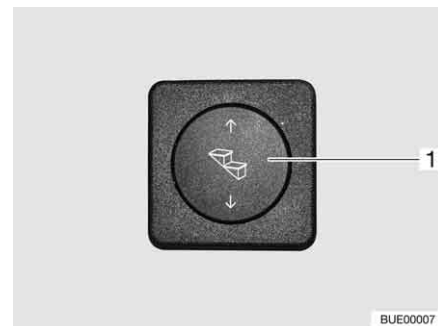

Fig. 11 Botão de comando, degrau
- Extrair:* ■ Pressione o botão basculante (Fig. 11,1) em baixo e mantenha-o premido (pelo menos durante 3 segundos), até o degrau estar completamente desdobrado.
- Recolher:* ■ Pressione o botão basculante em cima (Fig. 11,1) até o degrau ter sido completamente recolhido.